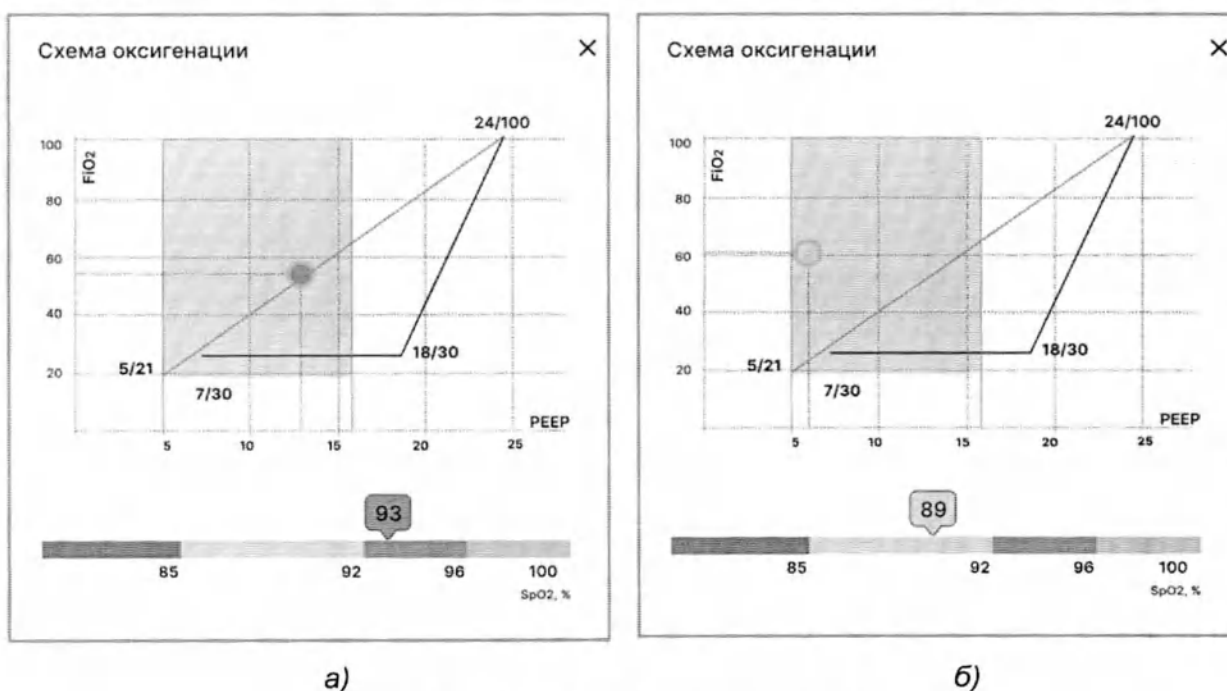

Рисунок 7.14 – Схема оксигенации
Для отображения графика нажмите кнопку «» и в списке экранов выберите «Схема оксигенации» (см. рисунок 7.14).
- зеленый, если маркер находится на линии инкрементации или на кривой декрементации (см. рисунок 7.14 а);
- желтый, если маркер не находится в зоне целевых значений (см. рисунок 7.14 б).